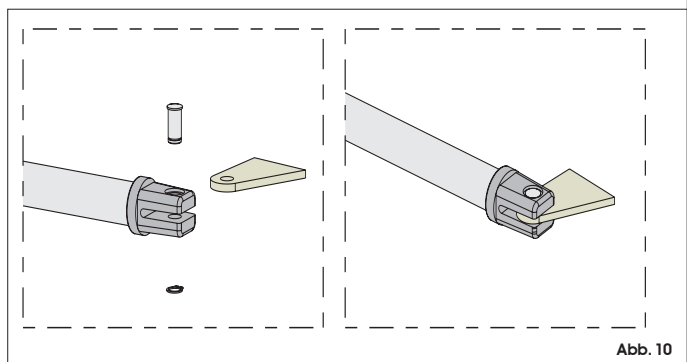

Abb. 10
- 7) Den vorderen Bügel laut Angaben in Abb. 10 zusammenbauen.